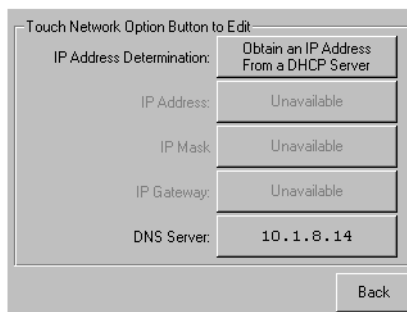

Abbildung 3-9. IP Address Determination (Bildschirm)
1. Berühren Sie im Menübildschirm die Option *Network* im Bereich *Edit Options*. Der Bildschirm *IP Address Determination* (Festlegen der IP-Adresse) wird angezeigt (Abbildung 3-9).
2. Berühren Sie die Option *IP Address Determination* (siehe Abbildung 3-9) und anschließend die Option *User-Specified IP Address* (Benutzerdefinierte IP-Adresse) (siehe Abbildung 3-10).